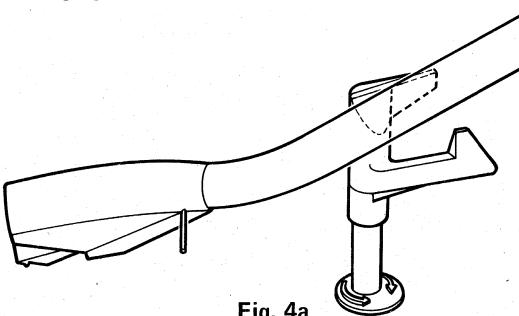

Fig. 4a
- 3° - Tourner à la main le plateau dans le sens normal de rotation ; le bras se soulève et se pose à nouveau sur son support en frôlant la partie inférieure biseautée de l'axe du support (voir figure 4a).